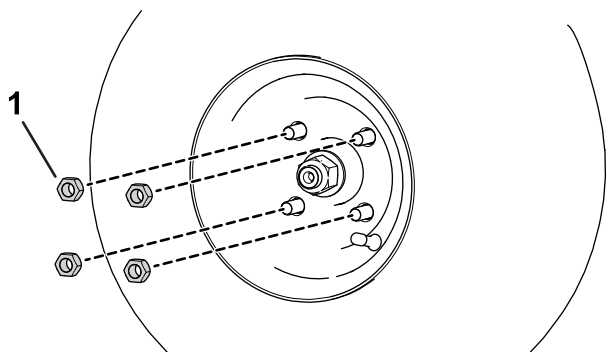

図 49
A. ホイールラグナットをゆるめて外す **図 49**。
- B. ホイールラグナットを取り付ける 図 49。